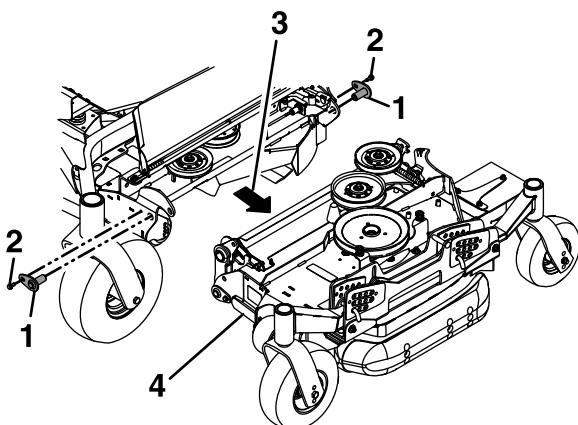

Рисунок 85
12. Снимите и сохраните болты, крепящие верхние шарнирные пальцы к деке, и затем снимите шарнирные пальцы (Рисунок 85).
13. Вытяните боковую деку наружу для ее отделения от средней деки (Рисунок 85).
Выровняйте и установите верхние шарнирные пальцы деки в передней и задней частях деки и зафиксируйте их с помощью ранее снятых болтов (Рисунок 85).